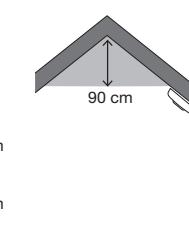

Figur 2. Flervånings bostad
**Flervånings bostad:** För att få ett minimiskydd, placera ett larm i trapphuset (entréplan) och ytterligare ett larm ovanför övervåningens trappavsväts, samt ett larm i taket i källaren vid foten av trappan. Detta täcker källarvåningen men inte krypgrund och oinredda vindutrymmen. Se exempel i figur 2.